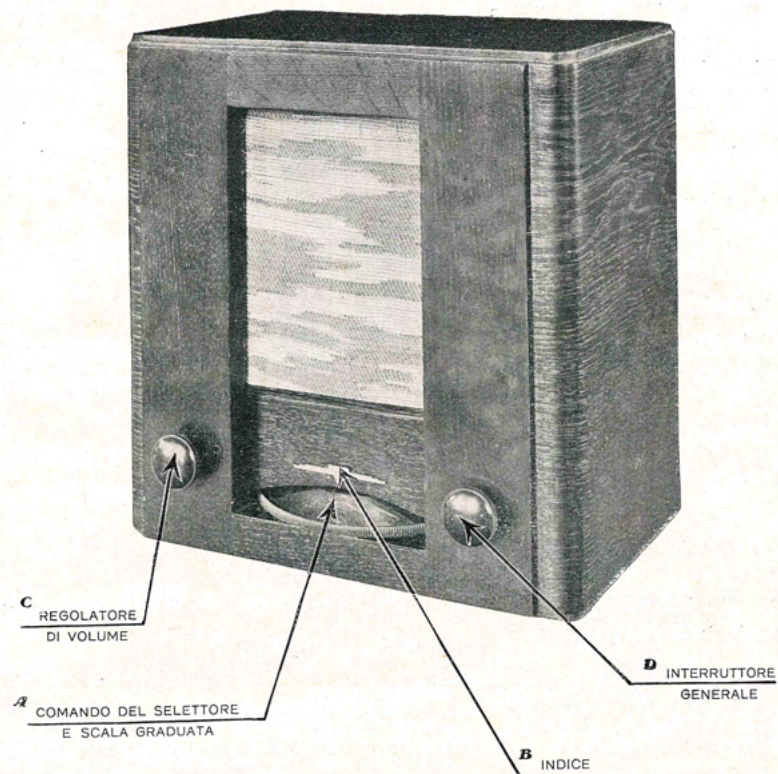

Fig. 1
- b) Introdurre una moneta da 50 centesimi nell'apposita fessura (2) della cassetta esattrice.
c) Premere la paletta (3). Si udrà cadere la moneta e la paletta, lasciata libera, riprenderà la posizione primitiva. L'apparecchio è a questo punto in condizione di funzionare come un normale apparecchio radioricevente per un periodo di 24 ore.
d) Girare nel senso delle lancette dell'orologio la manopola D (vedi fig. 1). L'apparecchio è così acceso e, dopo 30 secondi circa (tempo necessario perchè le valvole si riscaldino), in condizione di funzionare.
e) Girare nel senso delle lancette dell'orologio la manopola C (vedi fig. 1).
Il riferimento è ottenuto mediante l'indice B — vedi fig. 1 — che deve trovarsi in corrispondenza della lunghezza d'onda in metri e della frequenza in kilocicli relative alla trasmittente che si desidera ricevere.
Si regola l'intensità della riproduzione ruotando la manopola C (fig. 1) in senso contrario a quello delle lancette dell'orologio (sinistrorso) se la si vuol diminuire, nel senso delle lancette dell'orologio (destrorso) se la si vuole aumentare.